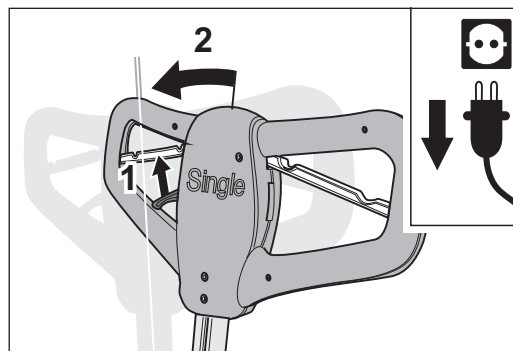

Abb. 5 Am Verstellhebel ziehen um die Verriegelung zu lösen (1) und den Stiel bis zum Anschlag hochstellen (2).
- 4 Ziehen Sie den Verstellhebel am Handgriff nach oben, um die Verriegelung des Stiels zu lösen (Abb. 5, 1). Stellen Sie den Stiel über die senkrechte Position hinaus bis zum Anschlag (Abb. 5, 2).